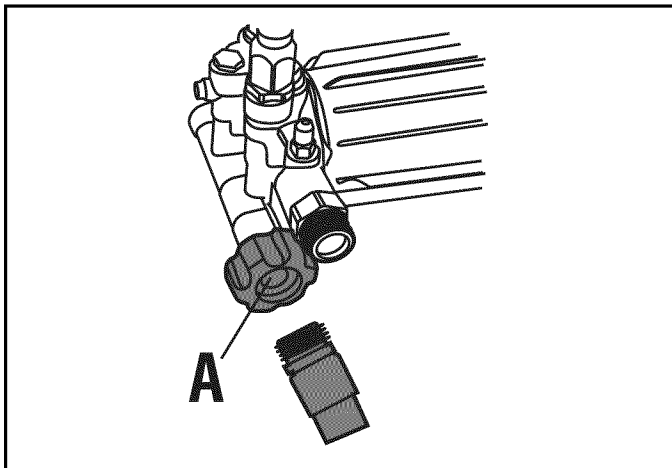

Figura 4-11. Inspección de la rejilla de entrada
2. Antes de conectar la manguera de jardín a la entrada de agua inspeccione el colador de entrada (A) (Figura 4-11). Limpie la rejilla de entrada si contiene residuos o ha sido sustituida por estar dañada. NO haga correr agua si la rejilla de entrada está dañada.